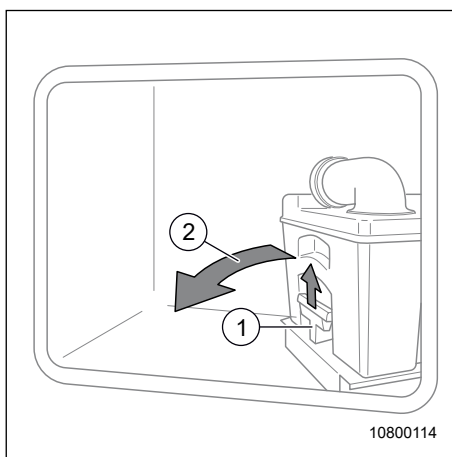

Fig. 70 Lyfta ut kassetten
3. Dra kassetten (Fig. 70, pos. 1) uppåt för att lossa den.
→ Beroende på fordonet, vrid kassetten till serviceöppningen (Fig. 70, pos. 2).